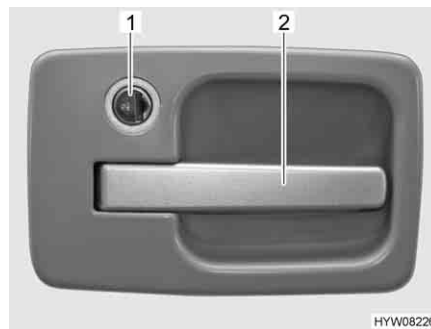

Fig. 26 Serrure de la porte cellule, à l'extérieur
- Insérer la clé dans le barillet (Fig. 26,1) et la tourner jusqu'au symbole "U". La serrure de la porte est déverrouillée.
- Tirer sur la poignée de la porte (Fig. 26,2). La porte est ouverte.
- Insérer la clé dans le barillet (Fig. 26,1) et la tourner jusqu'au symbole "🔒". La serrure de la porte est verrouillée.